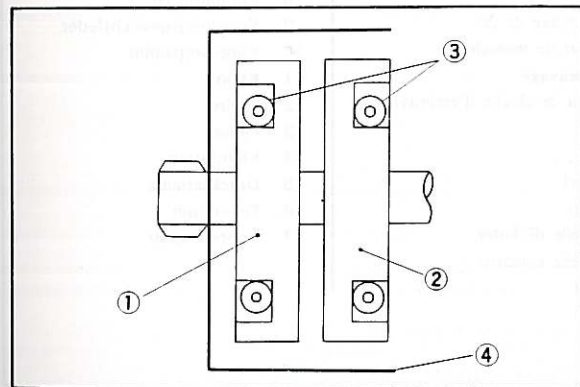

Fig. 3-4-14
4. By turning the kick crank, push the kick axle into position. (Fig. 3-4-14)
4. Tourner l'axe du kick en se servant du kick, tout en le poussant pour achever de le mettre en place. (Fig. 3-4-14)
4. Durch Drehen des Kickstarterhebels die Kickstarterwelle richtig positionieren. (Fig. 3-4-14)